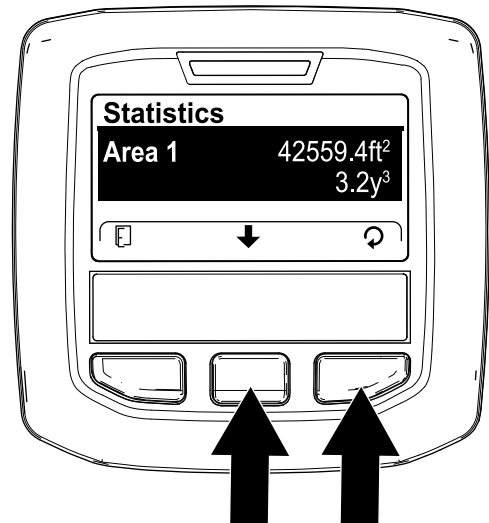

Bild 106
1. Drücken Sie im Bildschirm STATISTIK die mittlere InfoCenter-Taste, bis die Option BEREICH 1 ausgewählt ist (Bild 106).